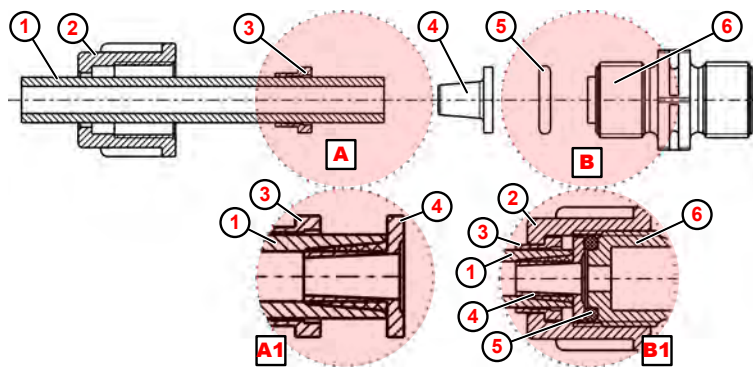

Fig. 5 : Raccord de conduit et flexible avec pièce conique
1. ➤ Couper droit le flexible ( Fig. 5 , ① ).
2. ➤ Enfiler l'écrou-raccord ② sur le flexible ① .
3. ➤ Enfiler la pièce de serrage ③ sur le flexible ① .
4. ➤ Pousser le flexible ① jusqu'à la collerette de butée sur la pièce conique ④ (détail Ⓐ1).
5. ➤ Glisser la pièce de serrage ③ vers la pièce conique ④ jusqu'à ce qu'une résistance soit perceptible.
6. ➤ Placer le joint torique ⑤ dans la rainure de la soupape d'aspiration ou de refoulement ⑥ .
7. ➤ Serrer l'écrou-raccord ② à fond (détail Ⓑ1).